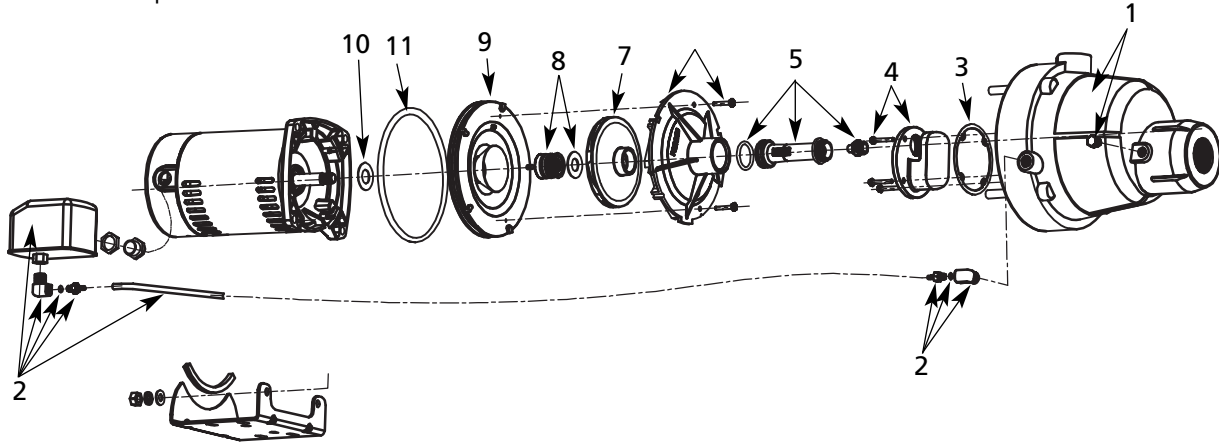

Figure 29 – Illustration des pièces détachées pour pompe à éjecteur pour puits peu profonds
1. Placer un nouveau joint torique sur la plaque d'étanchéité (Figure 29).